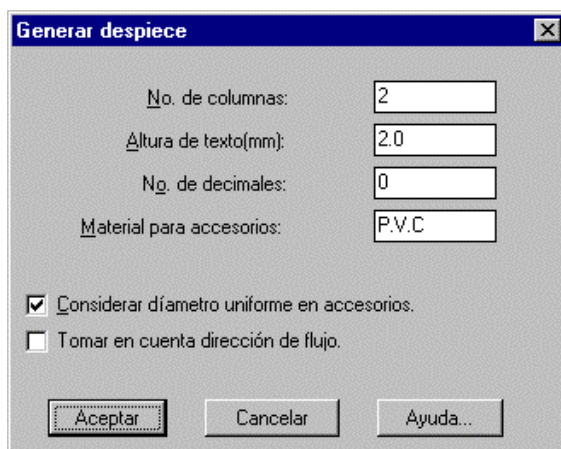

Fig. 41: caja de diálogo para generar despiece.
9. Seleccione la rutina para dibujar despiece de cruceros (CivilCAD→ Módulos→ Redes de agua potable→ Nodos→ Cruceros→ Generar despiece). Acepte los valores y opciones que se proponen en la caja de diálogo (fig. 41).